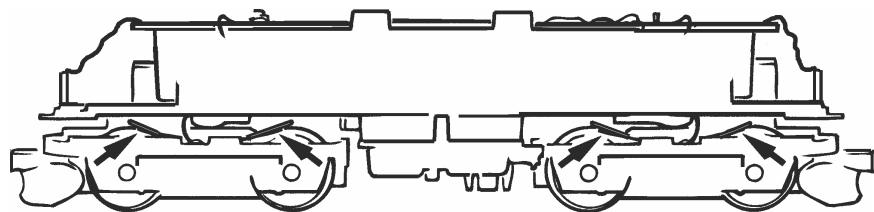

Fig. 7
3. Haftreifenwechsel: den **Radsatz** herausnehmen und die **Haftreifen** mit einer Nadel od. mit einem feinen Schraubendreher abziehen (Fig. 7). Beim Aufziehen der neuen Haftreifen darauf achten, dass diese sich nicht verdrehen.
3. Échange des bandages d'adhérence: l'aide d'une aiguille ou d'un tourne-vis fin, les bandages d'adhérence (fig. 7). Lors du montage des nouveaux bandages veuillez veiller à ce que les bandages **ne soient pas tor-dués**.
3. Change of traction tyre: remove **traction tyre** using a pin or a fine screwdriver (fig. 7). When pressing on the new traction tyre please **avoid twisting it**.